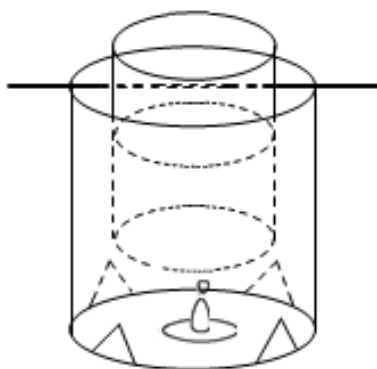

Figura 2. Representação da montagem de um calorímetro rústico.
Na **Figura 2** é representado um calorímetro rústico, que consiste de uma lata pequena com água e uma lata maior usada como suporte e para minimizar a perda de calor pelo movimento do ar.
2. Monte o calorímetro de lata, conforme a **Figura 2**, e meça a temperatura da água.